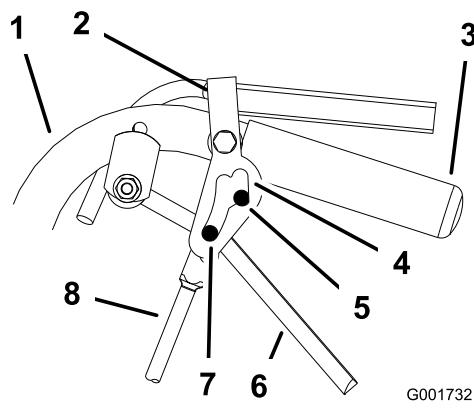

Figura 43
- Quite y ponga el cierre de bloqueo de punto muerto comprobando que la rueda no gira (Figura 43). Continúe con este proceso hasta que la rueda no gire.